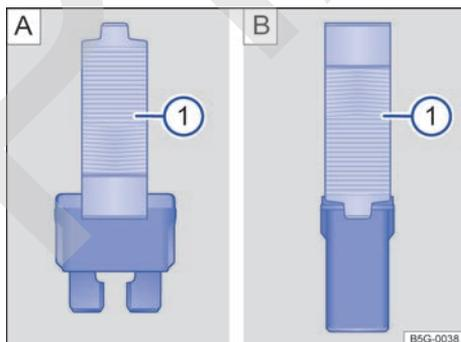

Fig. 207 Extraer o colocar el fusible con las pinzas de plástico: **A** Fusible enchufable plano. **B** Fusible tipo bloque.
- Dado el caso, retire las pinzas de plástico → fig. 207 ① situadas en la tapa de la caja de fusibles correspondiente.
- En función del tipo de fusible, desplace las pinzas correspondientes → fig. 207 [A] ① o → fig. 207 [B] ① lateralmente sobre el fusible.
- Si el fusible se ha fundido, sustitúyalo por uno nuevo del *mismo* amperaje (de igual color y grabado) y del *mismo* tamaño → ①.